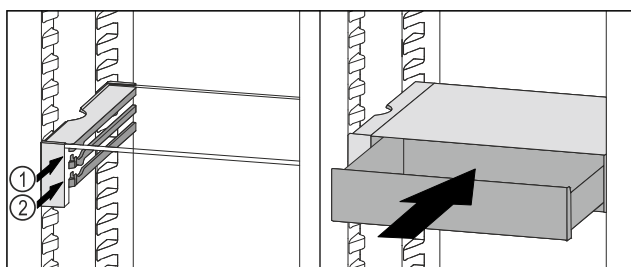

Fig. 54
- Plasser VarioSafe-skuffen bak stopperne på ønsket rille Fig. 54 (1) eller Fig. 54 (2).